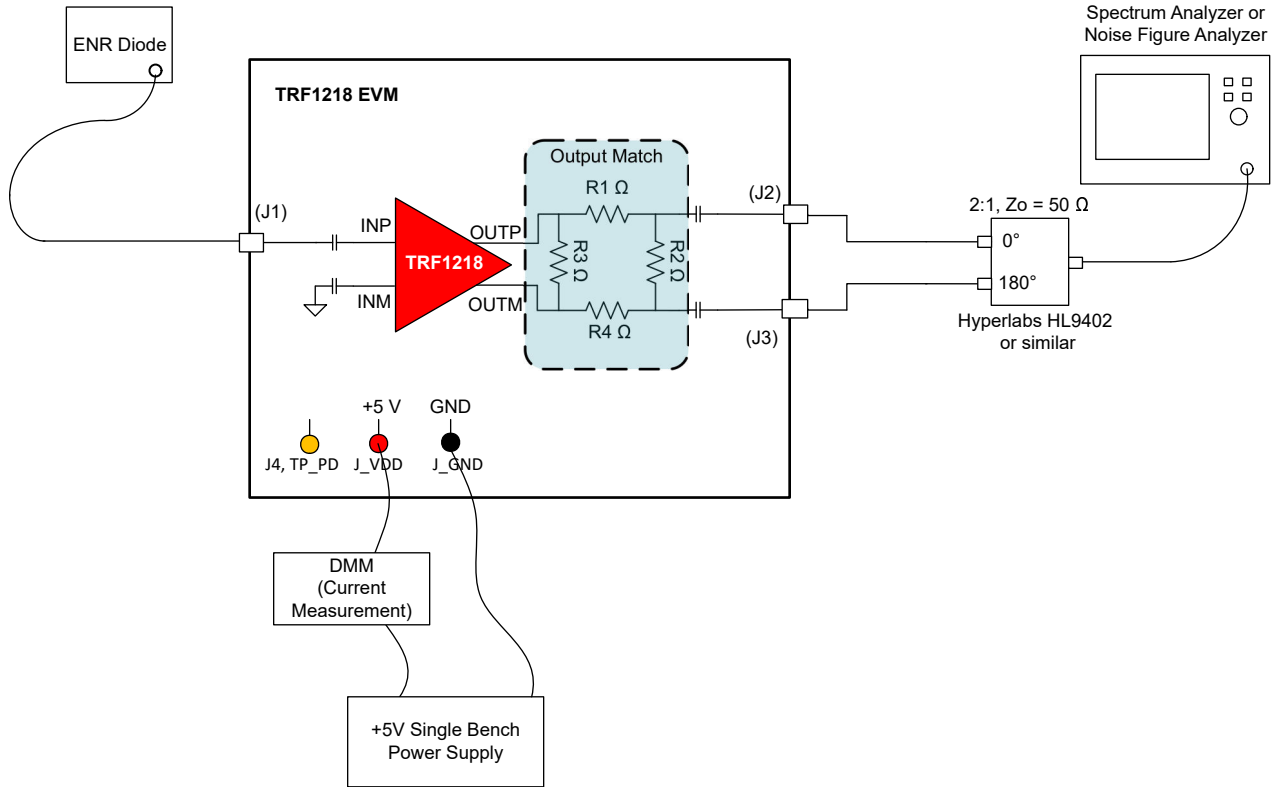

图 2-2. 噪声系数测试设置
1. 图 2-2 所示为使用噪声二极管和频谱分析仪 (或噪声系数分析仪)，利用传统 Y 系数法进行 NF 测量。
4. 如果由于板载 pi 网络，器件输出端之后的损耗比较显著 (9.6dB)，则必须将输出损耗包含到 NF 测量中。方程式 1 展示了用于根据所测量的总噪声因子 (NF) 来计算器件 NF 的级联噪声因子 Friis 方程。然后，可以提取器件的噪声系数  $F_1$  并将其转换为对数刻度以给出 TRF1218 NF。